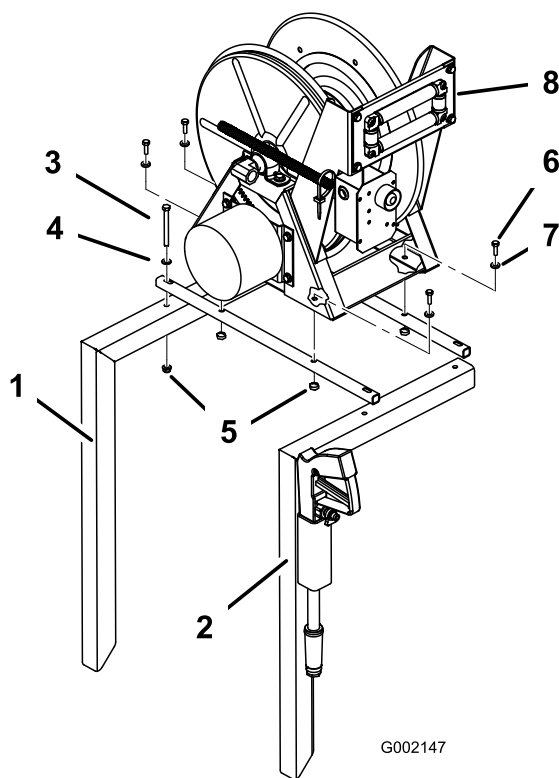

Figura 5
5. Instale os 2 tubos de montagem da bobina de tubagem nas estruturas da bobina de tubagem (Figura 5) utilizando 4 parafusos (5/16 x 3-1/4 pol.), 4 anilhas (11/16 pol. diâmetro exterior) e 4 porcas flangeadas (5/16 pol.). Não aperte totalmente as fixações para permitir a afinação mais tarde.
- Fixe o conjunto da bobina de tubagem nos tubos de montagem da bobina de tubagem (Figura 5) utilizando 4 pernos com cabeça de flange (5/16 x 1-1/2 pol.), 4 anilhas (7/8 pol diâmetro exterior) e 4 porcas flangeadas (5/16 pol.). Não aperte totalmente as fixações para permitir a afinação mais tarde.